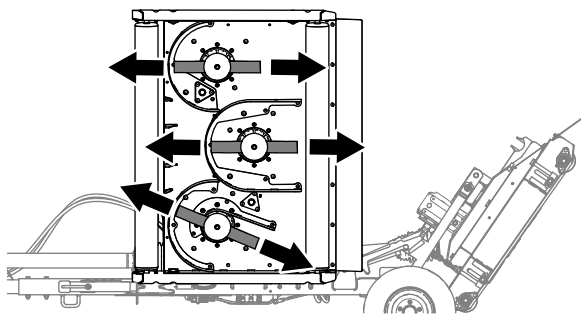

Рисунок 64
- Выровняйте нож газонокосилки, как показано на Рисунок 64.